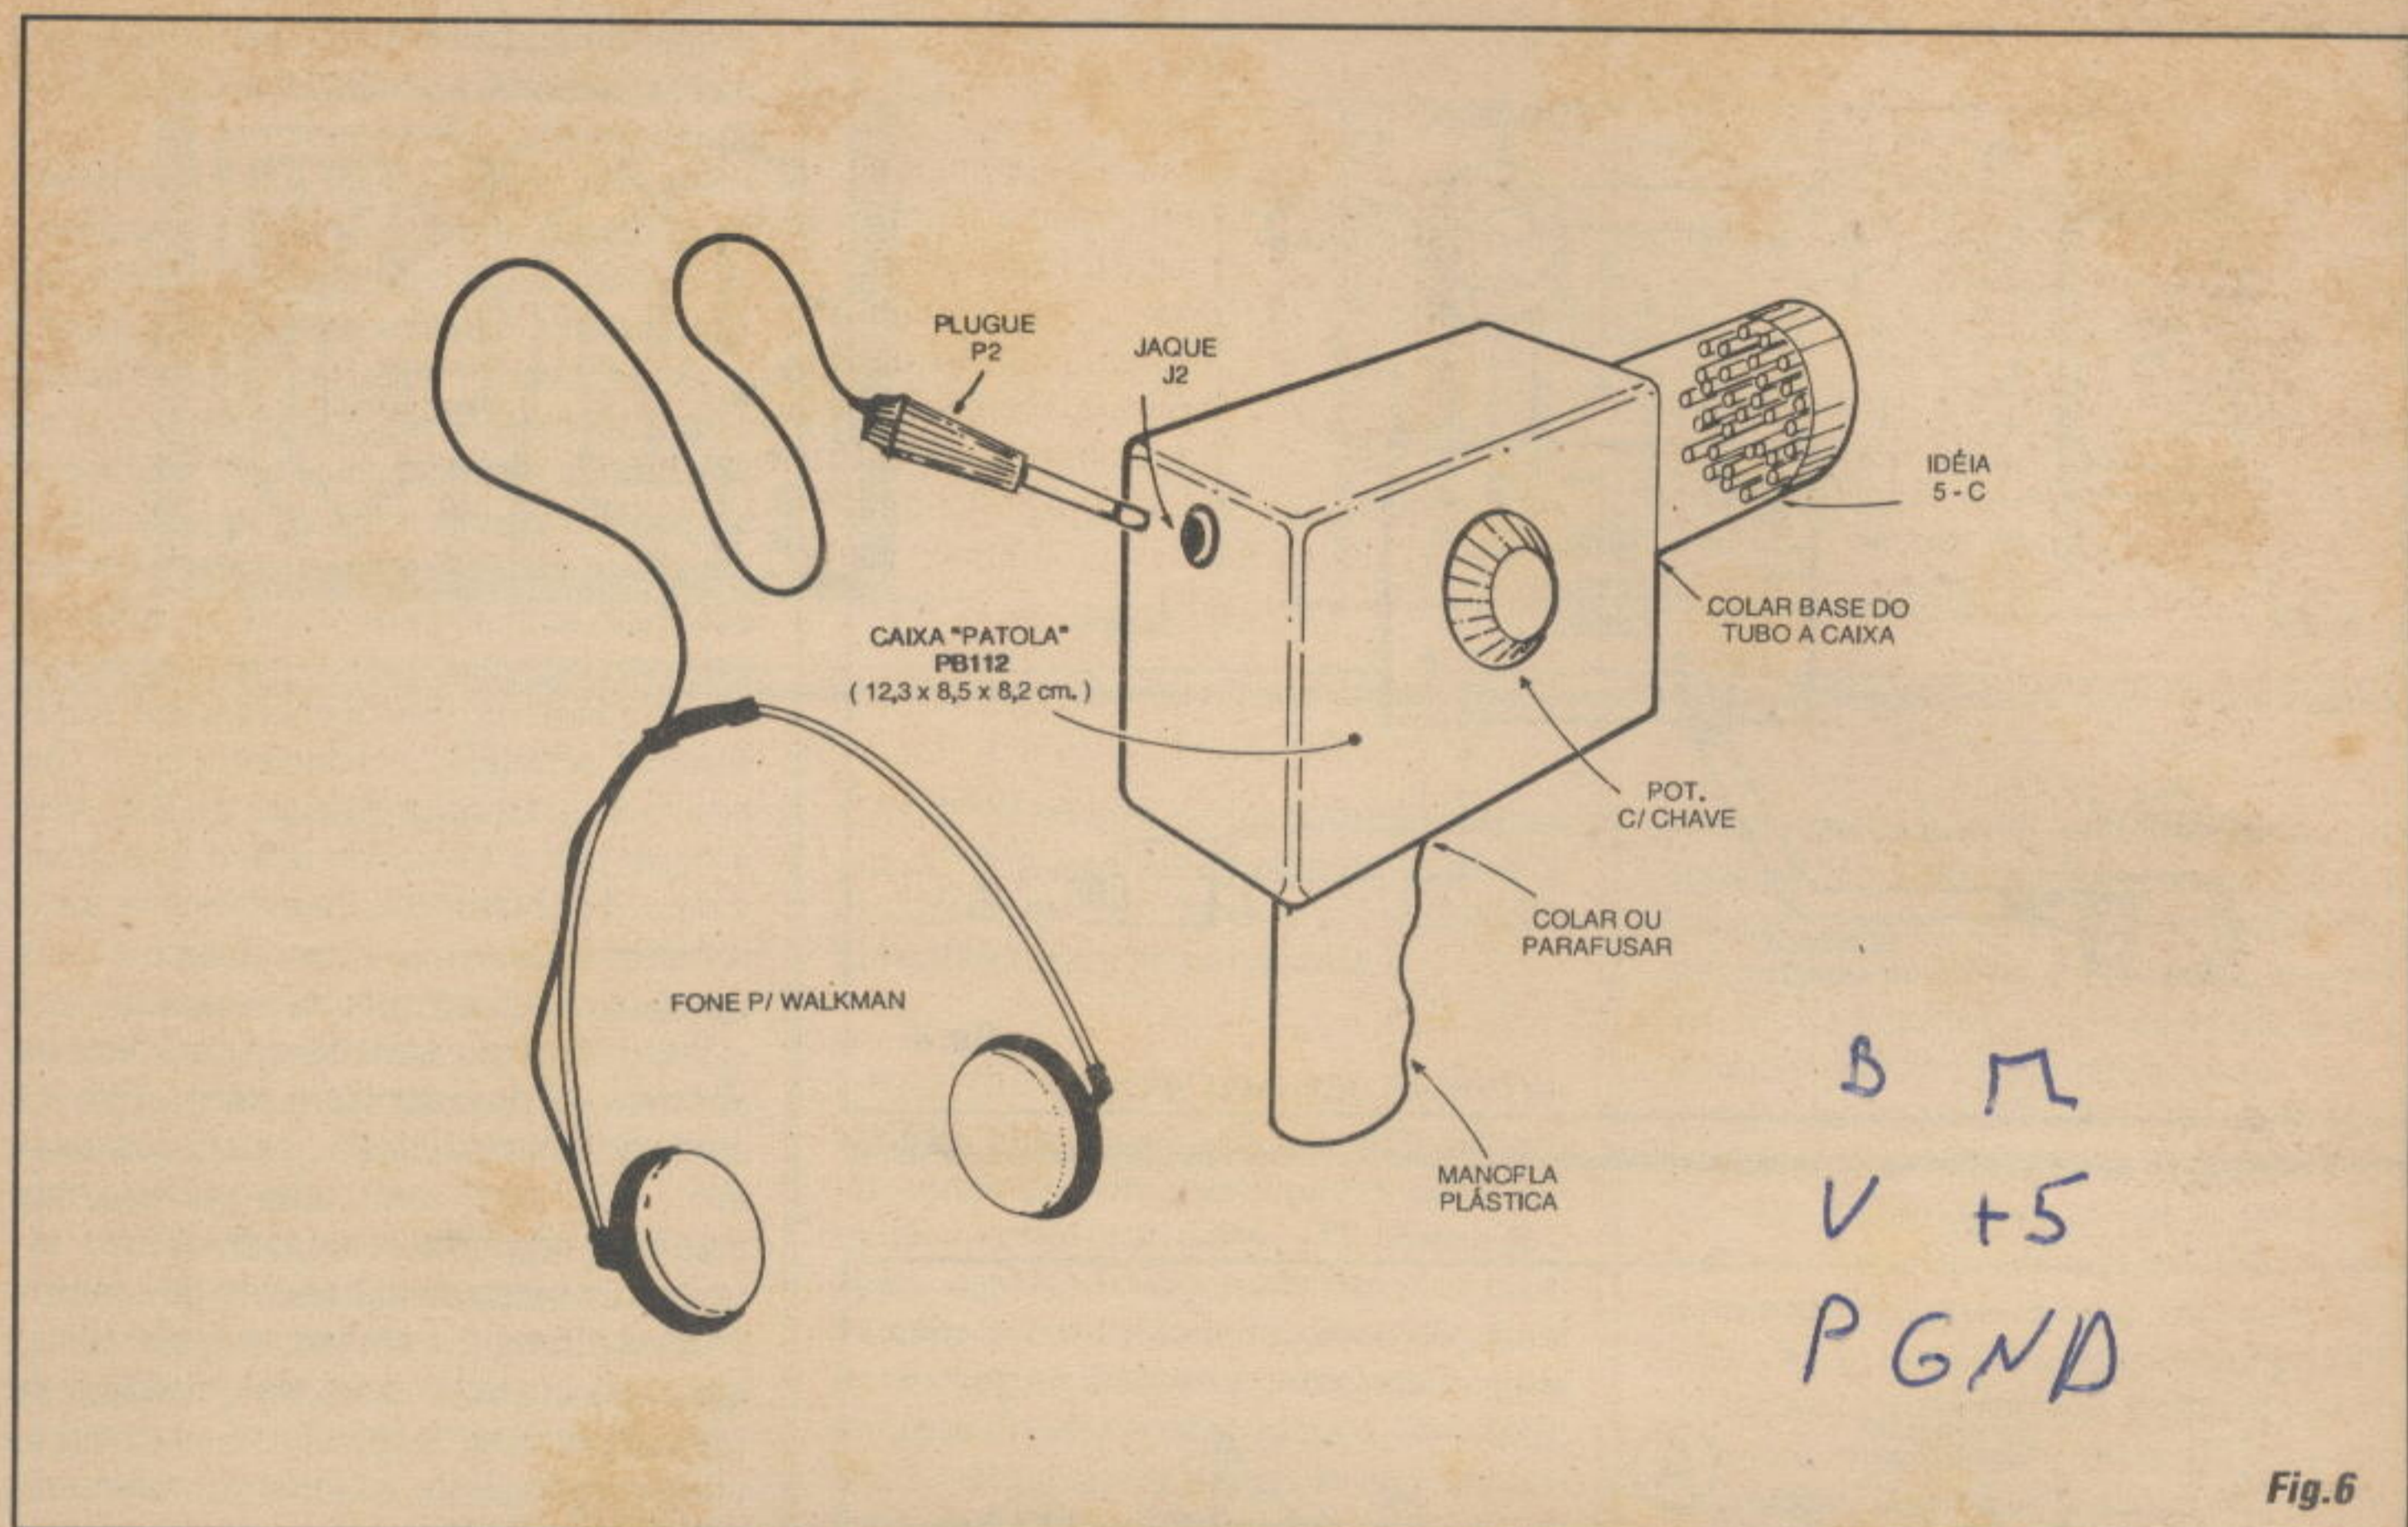

Fig.6
- **5-C** - O mais sofisticado (em termos acústicos...) dos sistemas possíveis (porem ainda de fácil realização...) é o *ressonador*... Constitui num tubo plástico nas medidas sugeridas, contendo *muitos* tubinhos de pequeno diâmetro, e de comprimentos diferentes, em ampla gama, com o que cada um deles está sintonizado para ressoar em determinada faixa ou frequência de áudio. Isso, além de oferecer um nítido *reforço* aos níveis sonoros recebidos, também colabora grandemente para aumentar a direcionalidade do sistema...! Mais detalhes sobre a idéia, logo à frente, na **FIG. 6**...
- FIG. 6 - A PISTOLA ACÚSTICA... - A idéia básica do *ressonador* (5-C) permite algumas elocubrações práticas que podem, a princípio, parecer um tanto *malucas*, mas cujo funcionamento e eficiência foram comprovados... O eletreto deve ficar no centro interno da base de um tubo plástico largo, este contendo (bem presos, com adesivo...) um *monte* de canudinhos de refresco, cortados em muitos e variados comprimentos (tipicamente entre um mínimo de 4 ou 5 cm. e um máximo de 10 a 11 cm.). O tubo poderá, então, ser fixado com cola forte à caixa que contém o circuito, na disposição sugerida... Uma manopla plástica, presa (por parafuso/porca, ou mesmo por adesivo forte...) à base da caixa, dará grande praticidade de uso ao conjunto, que assim poderá ser portado e *apontado* como se fosse uma pistola... O *jaque* de fone pode ficar na parte traseira do *container* principal. Com tal disposição geral, o ORELHÃO poderá ser confortavelmente usado para a captação remota de *conversa alheia*, ou (em atividade claramente mais nobre...) na oitiva dos sons de animais ariscos, passáros, etc., mesmo a uma distância de muitos metros! Se for desejada a máxima imunidade do sistema a ruídos induzidos pelo próprio manuseio por parte
do usuário, é possível adaptar o conjunto (dentro da idéia geral da FIG. 6...) a um tripé (do tipo originalmente usado com máquinas fotográficas...), com o que ficará ainda mais fácil e prático manter a *pontaria* do conjunto, além de obter-se excelente estabilidade mecânica para o sistema... ■